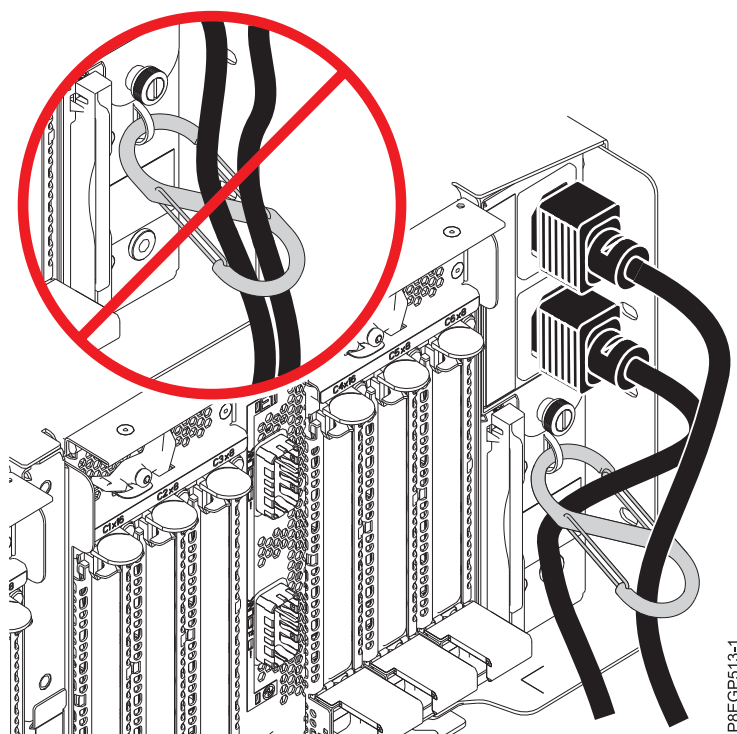

Figure 16. Routage des câbles d'alimentation dans le mousqueton en S et branchement de ces câbles au bloc d'alimentation
- b. Faites passer les câbles d'alimentation par le mousqueton en S de sorte qu'ils n'encombrent pas le(s) module(s) de sortance à 6 emplacements PCIe3. Voir figure 16.
- c. Connectez les autres extrémités des câbles d'alimentation aux blocs d'alimentation du tiroir d'extension EMX0 PCIe3 que vous installez. Voir figure 16.